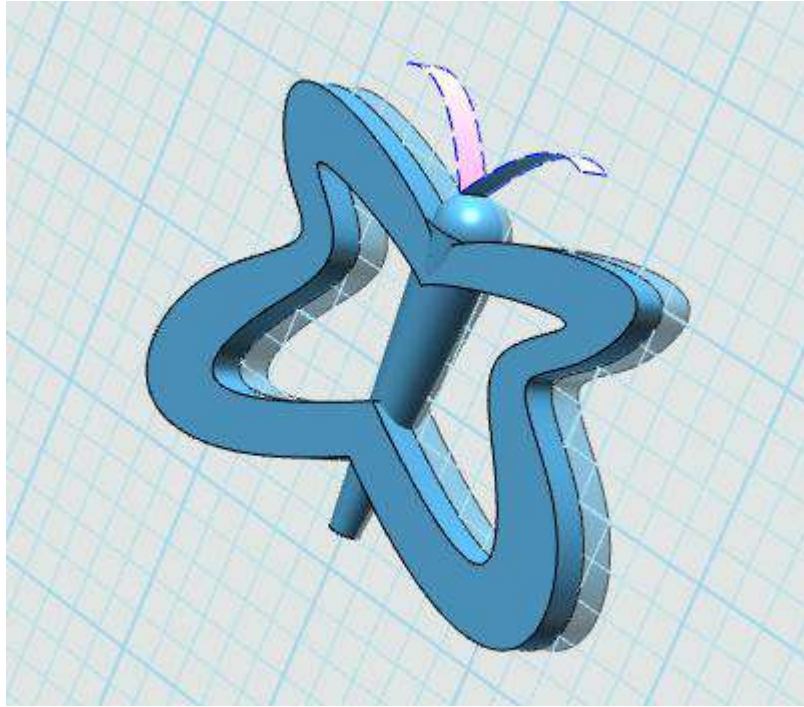

图 1-18
Step 18 使用拉伸命令, 对两个触角进行拉伸操作, 如下图 1-18 所示: